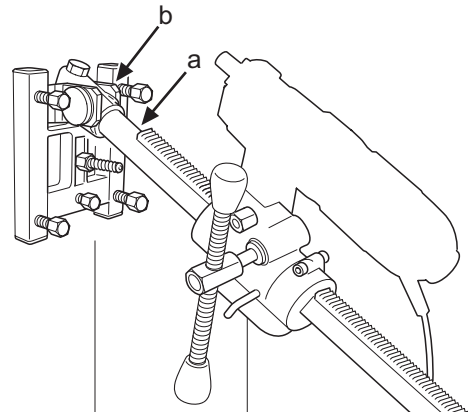

Fig. 9
2. Fissare la colonna di foratura all'attacco angolare della piattaforma. Serrare la vite di bloccaggio (a) con la chiave a brugola da 8 mm (fig. 9). Girare l'alloggiamento alimentatore di 180° e reinstallarlo sulla colonna di foratura. Reinstallare la foratrice nell'attacco rapido. La colonna di foratura può essere ruotata di 360° e bloccata nella posizione desiderata con la vite di bloccaggio (a).
2. Die Bohrsäule wird auf die Winkelbefestigung der Sohlenplatte montiert. Sicherungsschraube (a) mit dem 8-mm-Inbusschlüssel anziehen (Abb. 9). Der Bohrwagen wird um 180° gedreht und wieder auf die Bohrsäule gesetzt. Die Bohrmaschine wird wieder in die Schnellkupplung montiert. Die Bohrsäule kann um 360° gedreht und stufenlos mit der Sicherungsschraube (a) in der gewünschten Position arretiert werden.
2. Le pilier de forage se monte sur la fixation angulaire du piétement. Serrer la vis de blocage (a) à l'aide d'une clé hexagonale de 8 mm (Fig. 9). Le carter d'alimentation est pivoté de 180° et remonté sur le pilier de forage. La foreuse peut être remontée dans la fixation rapide. Le pilier de forage peut pivoter de 360° et être verrouillé en continu sur la position souhaitée à l'aide de la vis de blocage (a).
2. De boorkolom wordt op de hoeksteun van de bodemplaat gemonteerd. Zet de borgschroef (a) vast met een 8 mm inbussleutel (Fig. 9). Het toevoerhuis wordt 180° gedraaid en weer op de boorkolom vastgezet. De boormachine wordt weer in de snelbevestiging gezet. De boorkolom kan 360° draaien en wordt traploos in de desbetreffende stand vastgezet met de borgschroef (a).